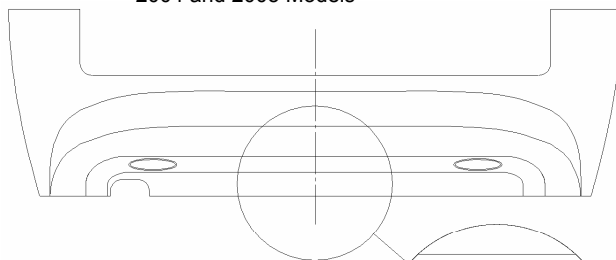

FIGURA 2B
- Modelos 2006: Recorte la placa protectora exterior e interior como se muestra en la **Figura 2B**. Al instalar un enganche que tenga un soporte eléctrico, use el perfil 9-1/2" de ancho. Al instalar un enganche sin soporte eléctrico, use el perfil 6-1/2" de ancho. En ambos casos, mida desde el centro de la placa protectora como se muestra.